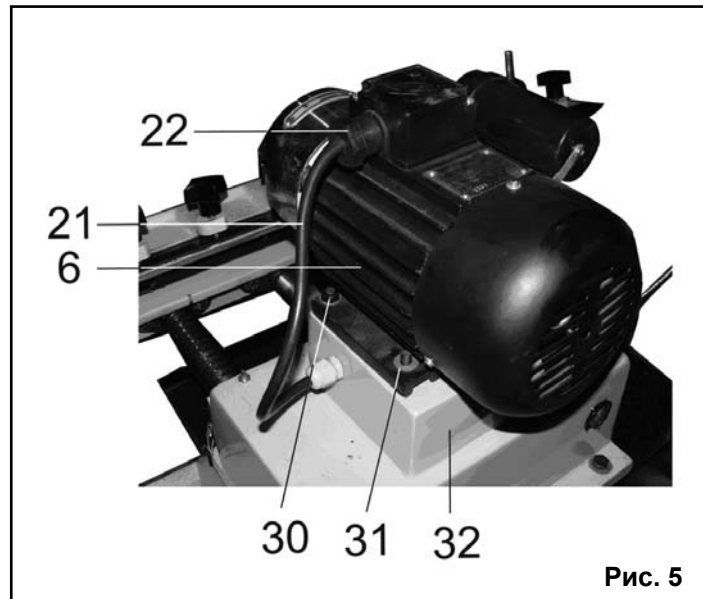

Рис. 5
8.2.4. Как показано на Рис.5, установите и закрепите крышку клеммной коробки, и электрический провод (21) закрепите на шулцере (24) гайкой (22).